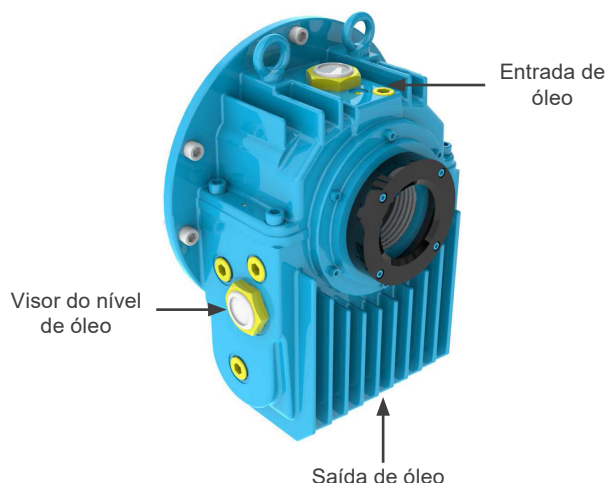

Figura 8.1: Mancal de deslizamento
- Drenar o óleo através do dreno localizado na parte inferior da carcaça do mancal (ver Figura 8.1 na página 243).